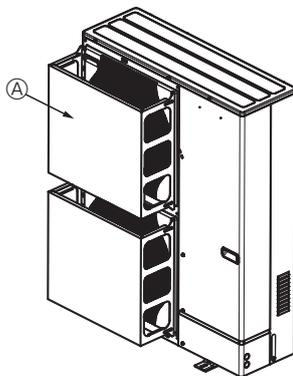

Fig. 2-4
- ② Ja iekārta ir uzstādīta vietā, kur gaisa izplūdes atverē var iekļūt spēcīgs vējš, ko izraisa viesuļvētra utt., aprīkojiet iekārtu ar izvēles gaisa aizsardzības vadotni. (Fig. 2-4)